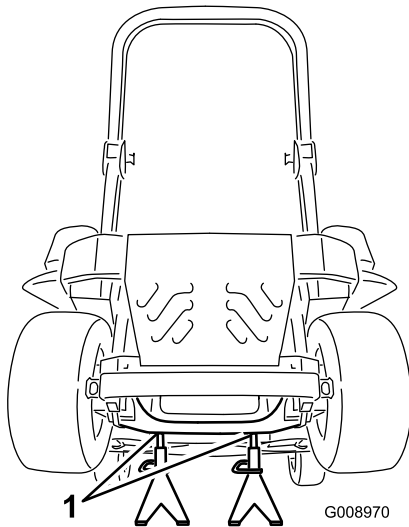

Figura 89
3. Levante la máquina y apóyela sobre gatos fijos (Figura 89).
9. Retire los gatos fijos y baje la máquina (Figura 89).